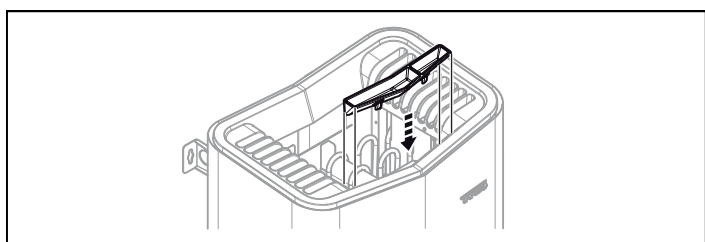

Fig 14: Montering av doftbehållare/luftfuktare
8. Montera örtskål/luftfuktare (se Fig 14).